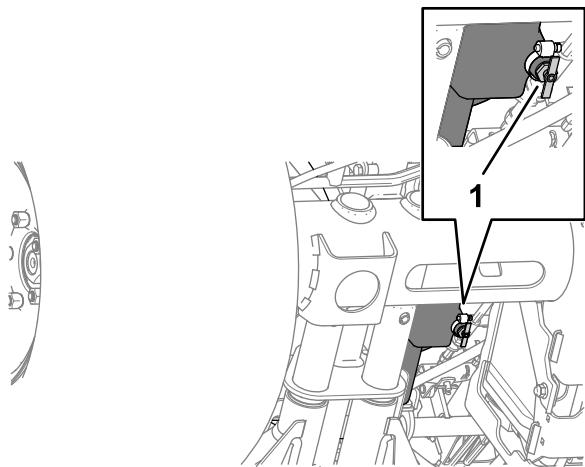

Figura 81
2. Alinhe uma bandeja de drenagem sob a válvula de drenagem do tanque de combustível (Figura 81).